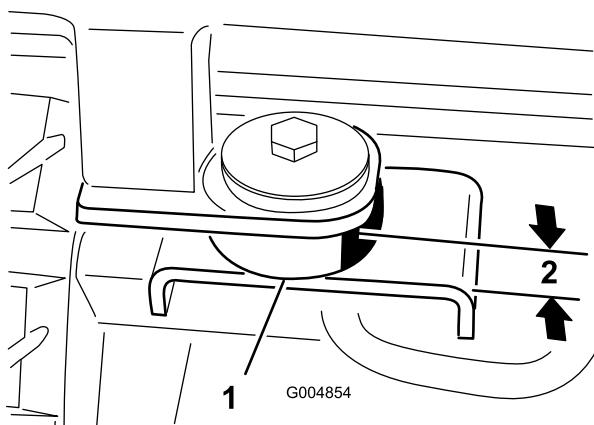

図 67
- 前側の取り付け部にゴム製のマウントを挿入する 図 67。